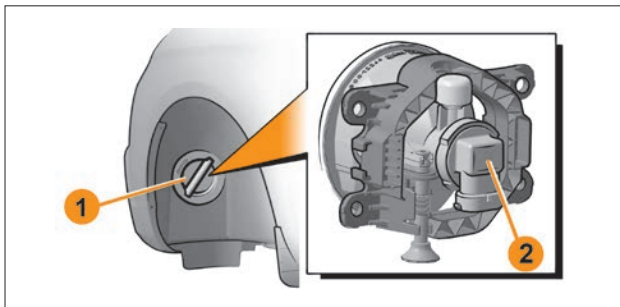

**Рис. 18. Посадочное место фонаря освещения номерного знака**
- воздействуя на пружинную защелку **3** с правой стороны фонаря лезвием ключа, аккуратно сдвиньте его влево и выведите фонарь из посадочного места (рис. 18);